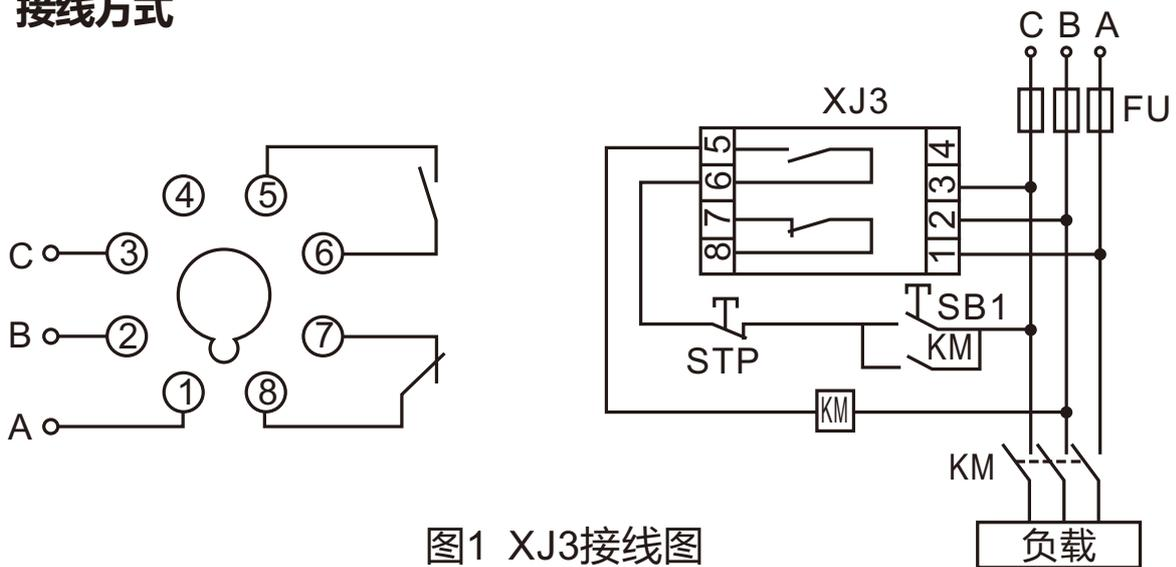

图1 XJ3接线图
7.1 保护器接线图(如图1所示): 端子号1、2、3分别接到A、B、C三相电源输入端; 5、6为常开输出端(无源), 应与主回路交流接触器线圈串联; 7、8为常闭输出(无源)。